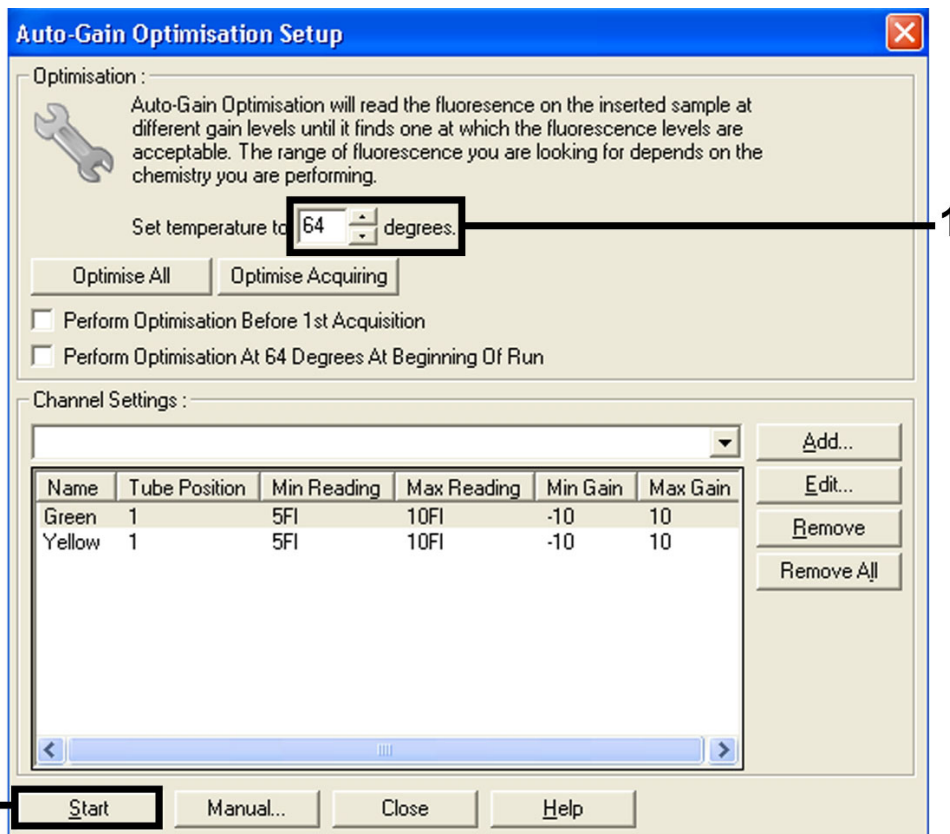

Abbildung 6. Einstellen der Sensitivität der Fluoreszenzkanäle.
Einstellen der Sensitivität der Fluoreszenzkanäle	Abbildung 6
11. Stellen Sie die Kalibriertemperatur auf **64**, damit sie der Annealing-Temperatur des Amplifikationsprogramms entspricht (Abb. 6).